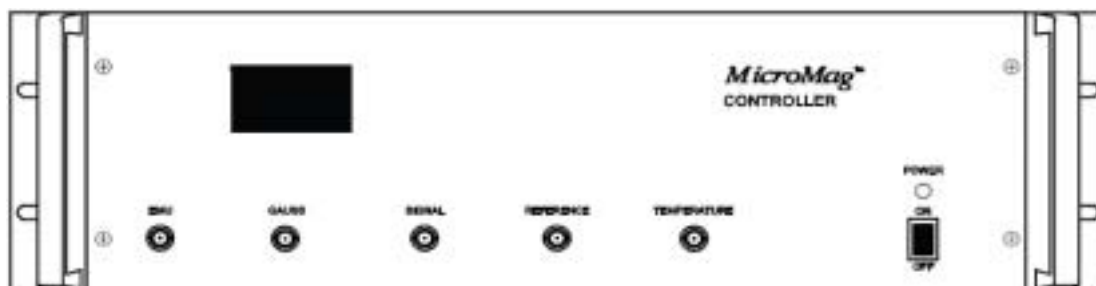
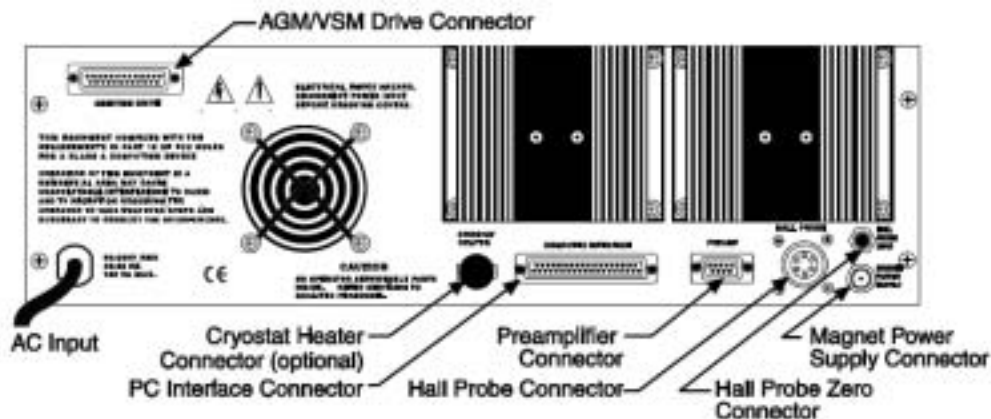

図 8 MicroMag™ Controller (front view)
図 9 MicroMag™ Controller (rear view)
- 3、ケーブル位置とシャーシレイアウトは図8と図9を参照して下さい。